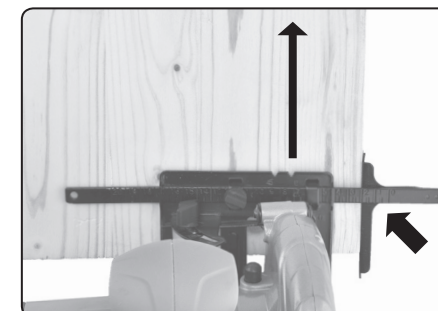

Abb. 10A
- 4. Lassen Sie die Säge auf volle Drehzahl hochfahren und dann schieben Sie sie allmählich zur gekennzeichneten Schnittlinie mit der Kerbe 0° in der Grundplatte für einen senkrechten Schnitt und mit der Kerbe 45° für einen Schrägschnitt (siehe Abb. 10A und 10B).